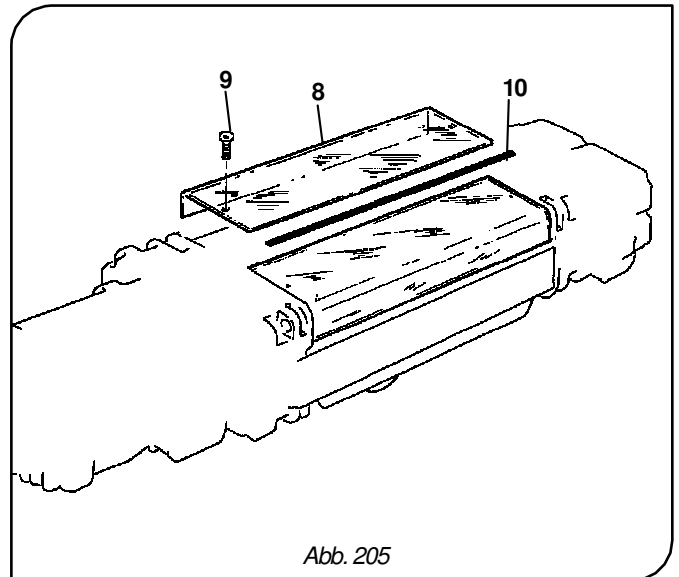

Abb. 205
12. Setzen Sie die Schutzabdeckung **-8-** auf der den Endschaltern gegenüberliegenden Seite wieder auf, indem Sie die Schrauben **-9-** fest anziehen. Achten Sie darauf, auch die Fugendichtung **-10-** zwischen den beiden Hälften wieder einzusetzen (Abb. 205).
13. Setzen Sie die Schutzabdeckung **-8-** auf der den Endschaltern gegenüberliegenden Seite wieder auf, indem Sie die Schrauben **-9-** fest anziehen. Achten Sie darauf, auch die Fugendichtung **-10-** zwischen den beiden Hälften wieder einzusetzen (Abb. 205).